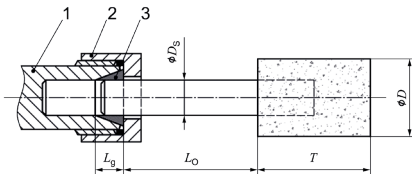

Bild 1 - Einspannlänge von Spannfutter und Spannanz
- Achten Sie darauf, dass zu beachten ist, dass die zulässige Drehzahl bei Kleinschleifkörpern aufgrund der Erhöhung der Länge des Schaftes zwischen dem Spannanzengende und dem Kleinschleifkörper herabgesetzt werden muss (Überhang). Das Einhalten der minimalen Einspannlänge von 10 mm ist sicherzustellen. (Siehe Bild 1 und die Empfehlungen des Herstellers von Kleinschleifkörpern).